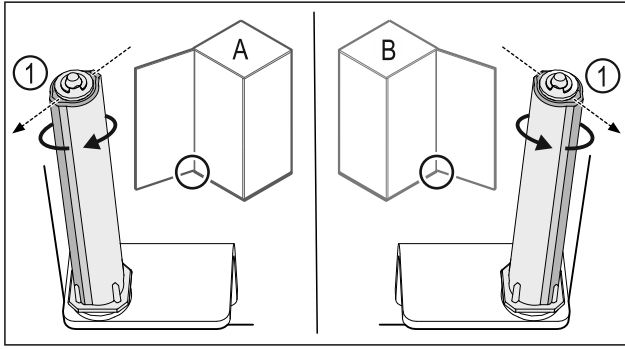

Fig. 42 Ovi avautuu vasemmalle (A) / ovi avautuu oikealle (B)
- ▶ Kierrä sulkuyksikköä vastusta vasten niin pitkälle, että sulkujärjestelmän porras Fig. 42 (1) osoittaa ulospäin.